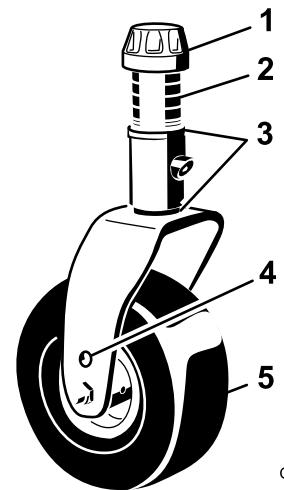

Figure 29
3. Ajoutez ou retirez des cales de 3 mm sur la fourche d'une ou de plusieurs roues pivotantes pour que la hauteur de coupe corresponde à celle indiquée sur l'autocollant (Figure 29) ; voir Réglage de l'inclinaison du plateau de coupe \(page 77\).